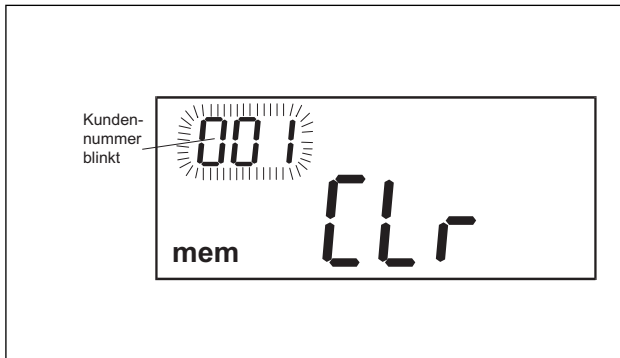

Abb. 9.46
- Die Taste **LÖSCHEN** drücken, um die **Prüflingsnummer** auszuwählen (siehe Abb. 9.46).